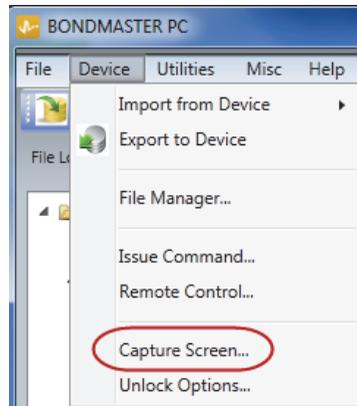

Abbildung 7-1 Menü Device von BondMaster PC
3. Im Menü **Device** wählen Sie die Option **Capture Screen** aus (siehe Abbildung 7-1 auf Seite 190).